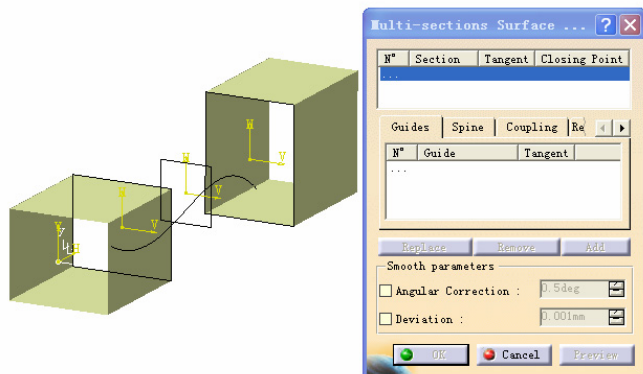

图 4-264
- » 步骤 02 单击 Multi-sections Surface (放样) 图标，弹出如图 4-264 所示对话框。